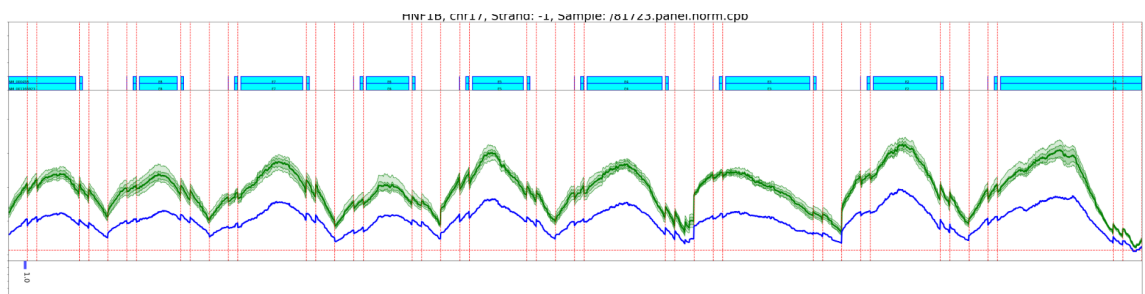

Figura 27. Resultados de CNVs mostrados en la plataforma **Data Genomics**
**Data Genomics** ofrece una representación gráfica (Figura 27) de los perfiles de cobertura de la muestra frente a las muestras de la referencia. Este gráfico permite visualizar los SNPs e INDELS presentes en las regiones analizadas.